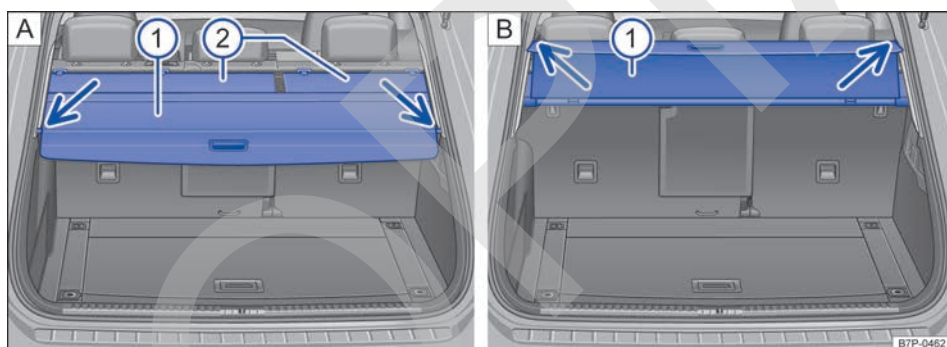
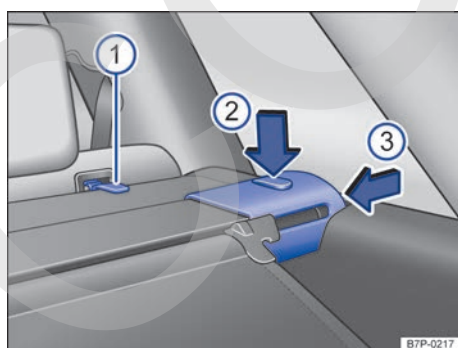

Fig. 217 En el maletero: cubierta del maletero **A** cerrada y **B** en posición de confort.
Fig. 218 En el maletero: desmontar la cubierta del maletero.
- Tire de la cubierta → fig. 217 **1** un poco hacia atrás utilizando el tirador.
- Desenganche la cubierta de los soportes laterales → fig. 217 **A** (flechas) hacia abajo y guíela con la mano hacia delante.
- Tire de la cubierta enrollada → fig. 217 **1** uniformemente hacia atrás.
- Enganche la cubierta en los soportes laterales izquierdo y derecho → fig. 217 (flechas).
La cubierta del maletero se puede colocar en una posición más elevada para facilitar la carga → fig. 217 **B**.
- Dado el caso, desenganche el cubrejunta → fig. 217 ▲ ② de las argollas de sujeción ① de los respaldos del asiento trasero.
- Presione la tecla de desbloqueo → fig. 218 ② hacia abajo, en el sentido de la flecha, y comprima la cubierta ③ en el sentido de la flecha.
- Coloque la cubierta del maletero → fig. 217 ① primero en el alojamiento izquierdo.
- Presione la tecla de desbloqueo → fig. 218 ② hacia abajo y comprima la cubierta ③.
- Dado el caso, enganche de nuevo el cubrejunta → fig. 217 ▲ ② en las argollas de sujeción → fig. 218 ① de los respaldos del asiento trasero.